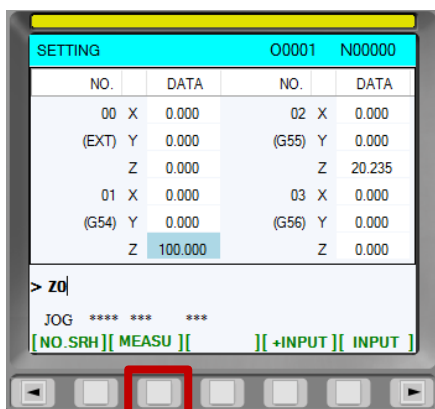

Рис.124. Кнопка «MEASURE»
8. Нажать «MEASURE» с помощью кнопок под экраном пульта для расчета нуля детали (рис.124);